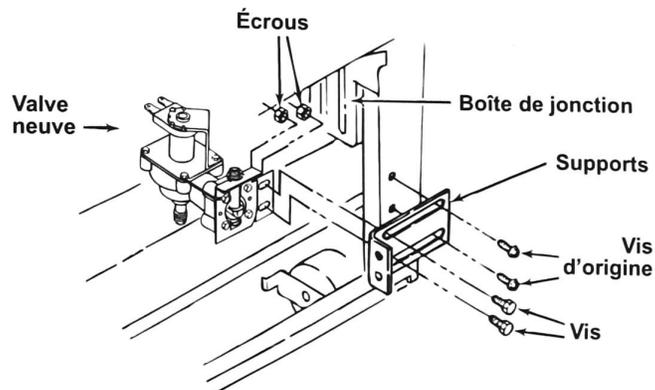

Figure 7
11. Dans le cas des valves montées à la verticale avec une boîte de jonction logée dans l'angle inférieur droit, poser le support comme il est illustré à la Figure 7.
12. Poser le support à l'aide de deux (2) des vis d'origine, comme il est illustré à la Figure 7.
13. Poser la valve neuve à la verticale comme il est illustré à la Figure 7, à l'aide de deux écrous et de deux vis.